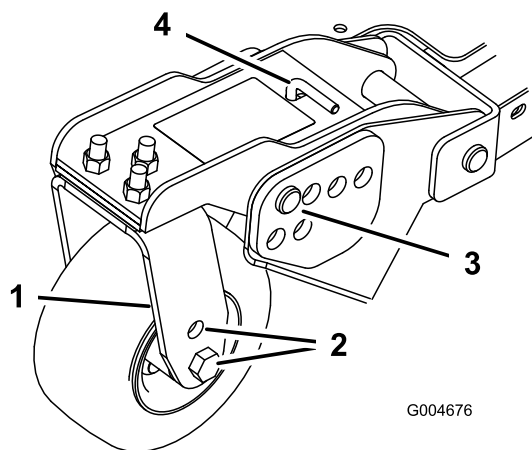
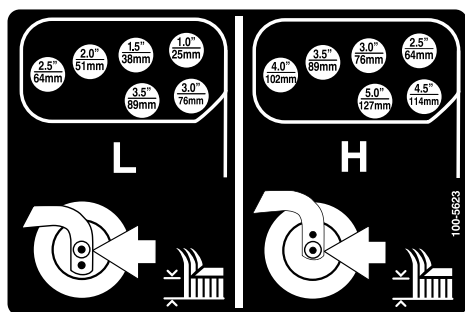

Figura 24
Figura 25
1. Posizionate gli assali delle ruote orientabili negli stessi fori di tutte le forcelle (Figura 22 e Figura 24). Vedere lo schema seguente per stabilire il foro corretto per la regolazione.
4. Togliete la coppiglia ed i perni con testa dai bracci di rotazione delle ruote orientabili (Figura 24).
5. Girate il tenditore per alzare o abbassare il braccio di rotazione finché i fori non sono allineati con i fori della staffa dell'altezza di taglio selezionati, nel telaio dell'apparato di taglio (Figura 24 e Figura 25).
Per regolare i pattini rimuovete il bullone flangiato e i dadi, posizionate i pattini come desiderate e montate i dispositivi di fissaggio (Figura 24).